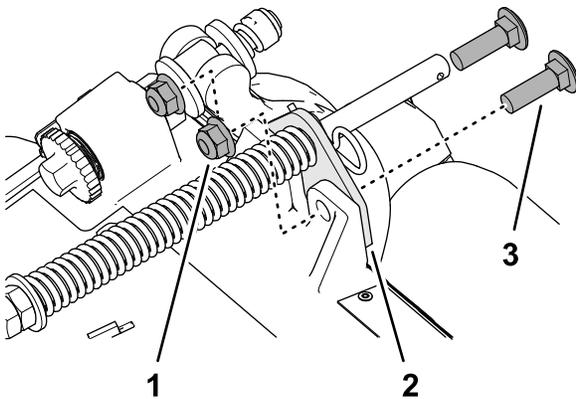

Bild 14
2. Entfernen Sie die beiden Sicherungsbundmutter ( $\frac{3}{8}$ " ) und die beiden Schlossschrauben ( $\frac{3}{8}$ " x  $1\frac{1}{4}$ " ), mit denen die Halterung der Rasenkompensierung am Rahmen des Mähwerks befestigt ist (Bild 14).